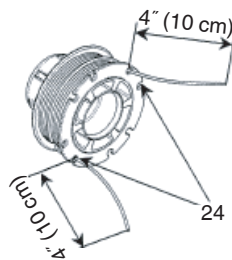

Fig. 28
- (4) Poussez chaque fil dans les trous d'arrêt (24) en laissant des bouts libres d'environ 4'' (10 cm). (Fig. 28)